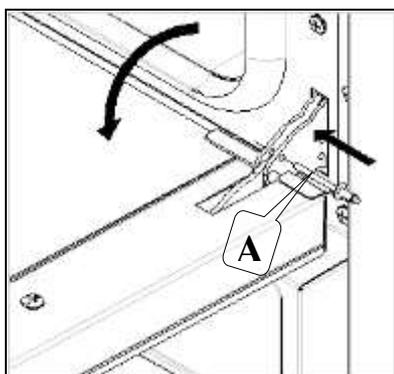

Рис. 3
- вставить в отверстия “А” находящиеся на двух шарнирах специальные штыри, имеющиеся в приложении (Рис. 3);